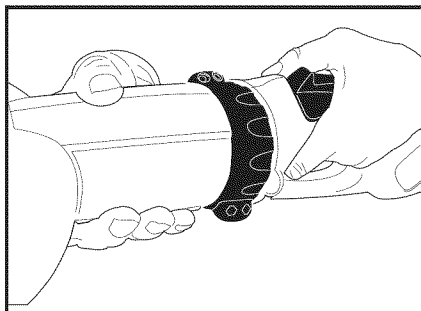

Figure 2
2. Introduire l'extrémité mâle du raccord de la poignée d'alimentation électrique dans la douille femelle à l'extrémité du dispositif de fixation de l'accessoire en veillant à ce que le raccord soit complètement logé. (Voir figure 2.) Le raccord de la poignée est profilé de manière à ce que l'assemblage ne puisse se faire que d'une manière. L'assemblage de la poignée et de l'accessoire ne devrait pas nécessiter un effort particulier. En cas de résistance pendant l'assemblage, vérifier que les clavettes présentes sur la poignée sont correctement alignées sur les rainures dans l'accessoire.